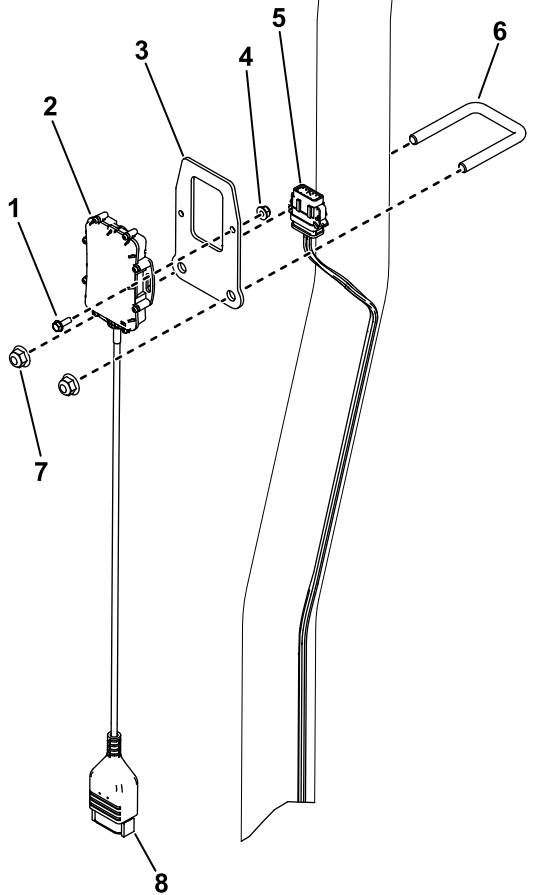

图 5
- 使用 2 个螺栓 (#10) 和 2 个螺母 (#10) 将远程信息处理装置固定到装置支架上 图 5。
2. 用 1 个 U 形螺栓和 2 个螺母 $\frac{3}{8}$ 英寸将装置支架固定到翻车保护杆上 **图 5**。
3. 将装置接头安装至标有 P02 的远程信息处理线束上的接头 **图 5**。